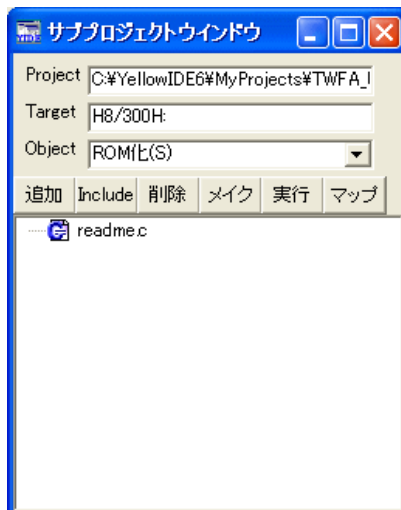

図 35 サブプロジェクトウィンドウ
5. サブプロジェクトウィンドウ(図 35)が表示されますので[Object]欄が“ROM 化(S)”になっていることを確認して[メイク]ボタンを押します。警告²が 2 つ表示されますが無視して構いません。ここまでの作業で「¥M3069Projects¥_TWMON」フォルダに「REM_MON.S」というファイルが作成されます。ファイル名はデバッグモニタの書込み(19 ページ)で書き込んだものと同じですが、新しく作成したファイルにはデバッグモニタの機能に加えて、標準の C ライブラリが組み込まれています。